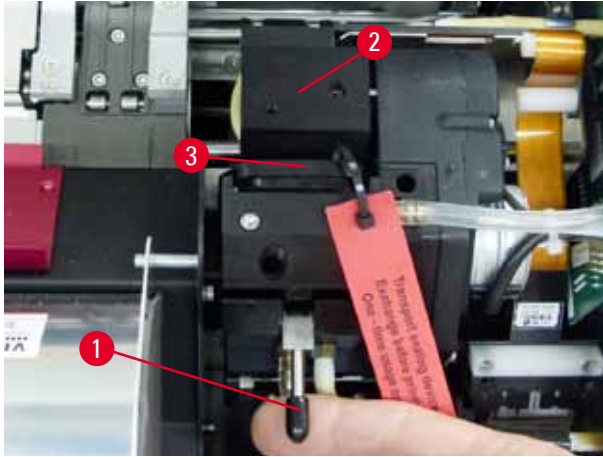

Fig. 30
- El cabezal de impresión (→ "Fig. 30-2") se desplaza hacia arriba hasta quedar aprox. a 1 cm de la falda obturadora (→ "Fig. 30").